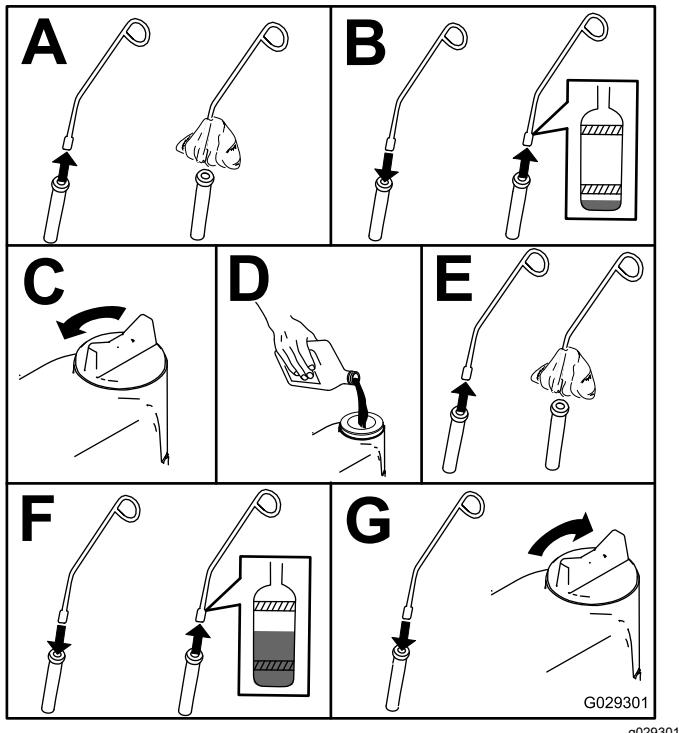

**Figure 25**
4. Nettoyez la surface autour de la jauge d'huile et du bouchon de remplissage (Figure 25).